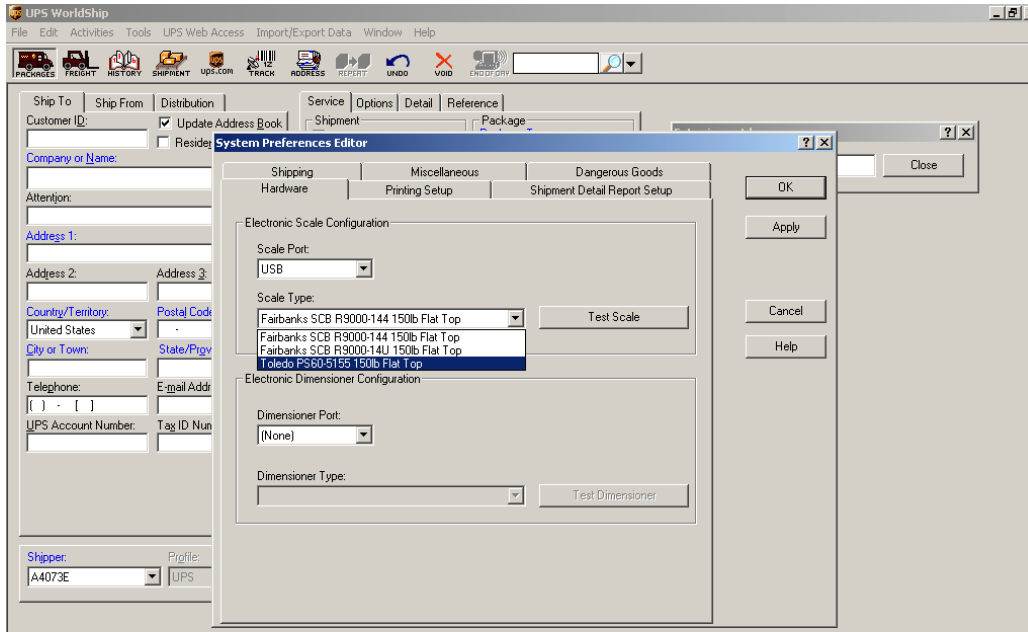

Figure 8
4. Dans le menu déroulant « Scale Type », sélectionnez la balance figurant sous la désignation « Mettler Toledo », « Mettler » ou « 60 ». (Voir Figure 8)